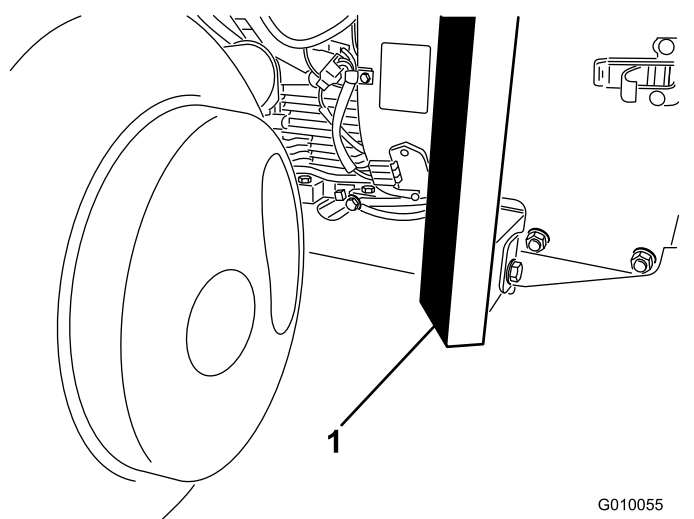

図 38
3. 機体前部のフレームの下にジャッキを確実に置く(図 38)。